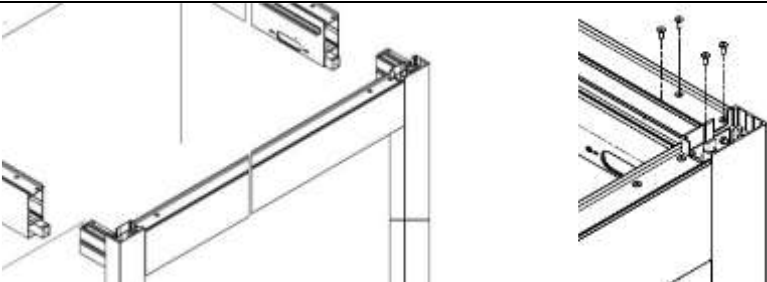

Figure 34
7. Glisser les deux poutres transversales à leur tour dans les extrémités de la poutre longitudinale montée sur le mur - l'os dans la chambre supérieure et le bras de débordement d'angle dans la chambre inférieure – l'embout est contre le mur -Fig.34. 8. Insérer le trop-plein d'angle de manière que le côté avec la découpe du haricot coïncide avec le trou dans la poutre longitudinale. Avant de glisser la mousse EPDM du trop-plein, appliquez une bande supplémentaire de silicone autour du bord du trou du haricot et autour des deux petits trous à ses extrémités. 9. Lors de l'insertion, éviter de frotter la couche d'étanchéité et n'appliquer l'EPDM sur la paroi de la poutre qu'après avoir aligné les contours du haricot. Serrer avec 2 vis à tête fraisée M5x8 (dans les trous extérieurs du haricot avec le dragage). (Voir Fig.32-droite).